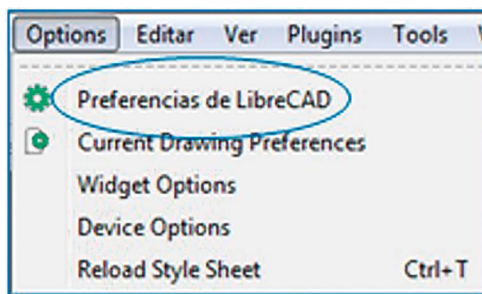

Fig. 9.14 Menú opciones/preferencias de LibreCAD
1. En la barra de menús selecciona: [Preferencias] [Unidades] (fig. 9.14). La barra de menús de LibreCAD contiene varios submenús donde vienen todos los comandos a los que se puede acceder en LibreCAD. Observa la gran cantidad de menús de herramientas en una lista de submenús que con los que se puede acceder la tecla de rápido acceso.